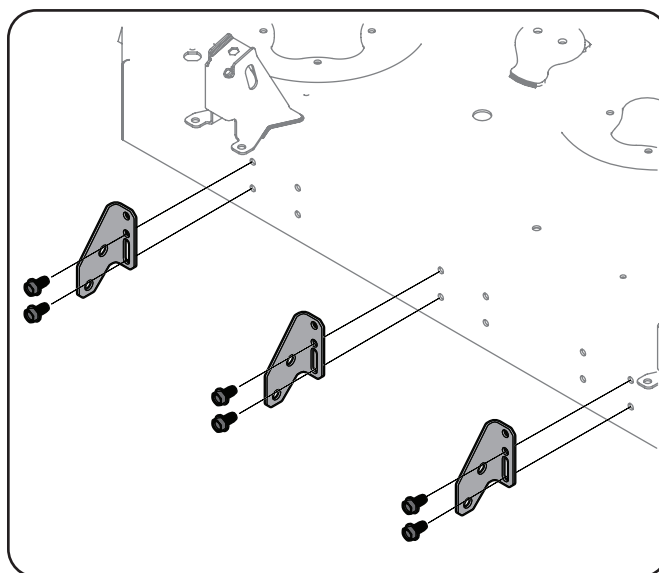

Figure 1-2
1. Instale tres ménsulas de soporte de rodillo (n.º 1) en las ubicaciones que se indican en la Figure 1-2 en la plataforma del tractor con dos tornillos autorroscantes de $\frac{3}{8}$ " (n.º 2) por cada ménsula. Consulte la Figure 1-2.